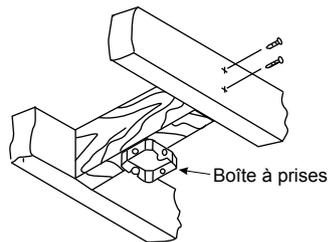

Fig. 1
Étape 1. Étape 1. Insérez la pale dans la fente de la plaque du bras de lame (Fig. 1). Fixez la pale avec les trois vis de lame et la rondelle en fibre (fournies).